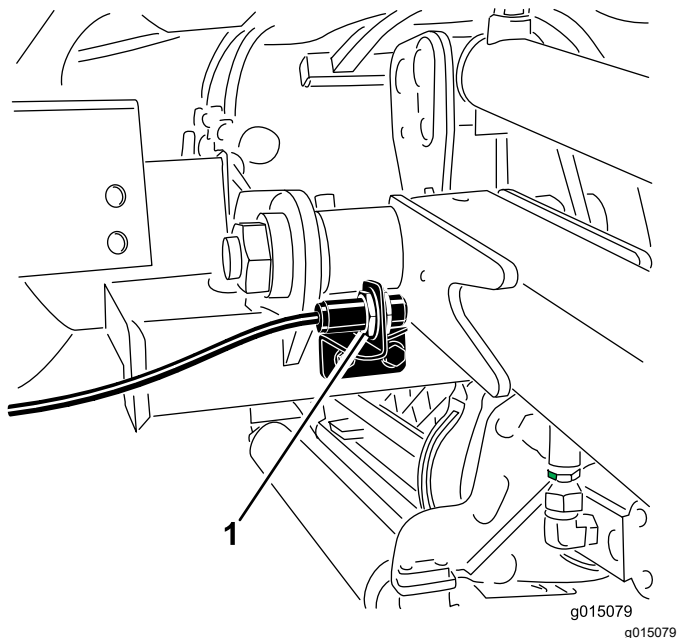

图 41
2. 提升臂开关位于右前方提升臂 (图 41) 后面。
3. 拧松开关安装螺丝图 41 并向上移动开关可增大提升臂的转向高度向下移动开关可减小提升臂的转向高度。